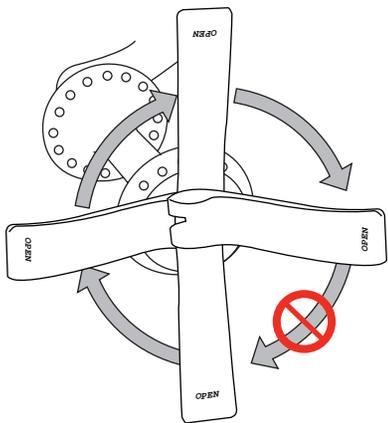

Figure 32. Ne tournez pas le levier en cercle
- + Ne tournez pas le levier en cercle pour augmenter la tension du serrage rapide (Figure 32) ; cela ne tiendra pas correctement la roue à son emplacement.